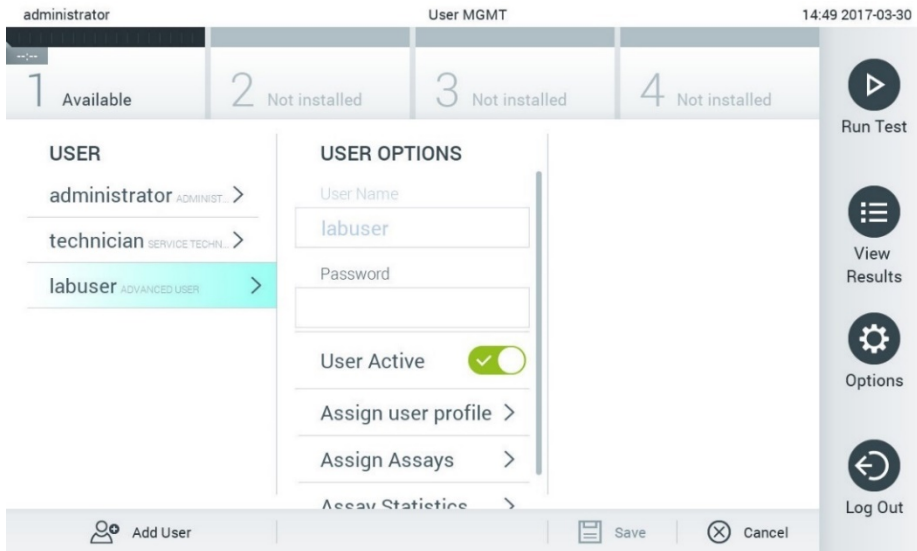

Bild 60. Välj och manipulera användare.
2. Välj den användare du vill hantera från listan i den vänstra kolumnen av innehållsområdet (bild 60).